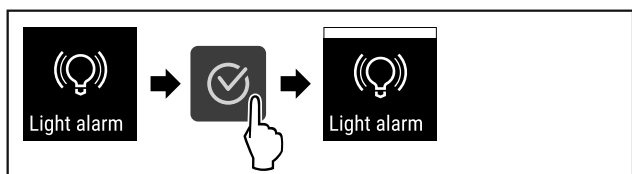

Fig. 119
- ▶ Udfør handlingstrinene (se Fig. 119) .